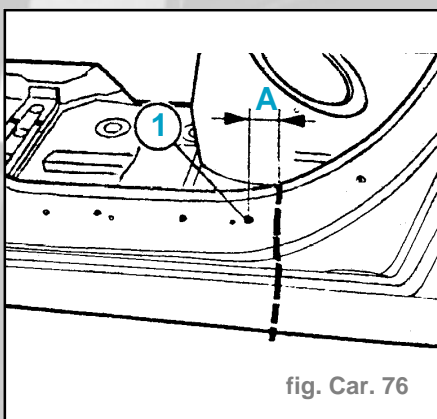

fig. Car. 76
- Déterminer et tracer la ligne de coupe panneau d'aile/doublure de bas de caisse et couper la tôle (fig. Car. 76).
- Côte (A) = 50 mm en partant du dernier orifice de 12 mm (1) de la doublure de longeron.